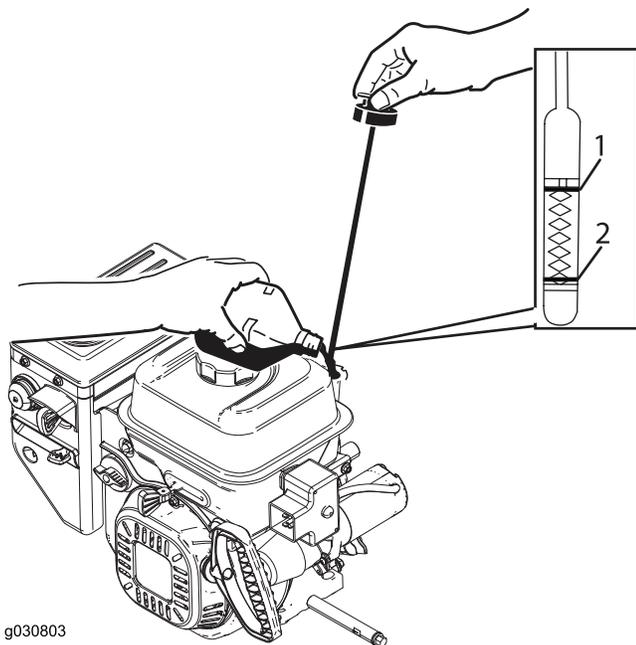

Figure 32
2. Ressortez la jauge et contrôlez le niveau d'huile (Figure 32). Faites l'appoint si le niveau est en dessous du repère « Add » sur la jauge. Voir Vidange de l'huile moteur (page 23).